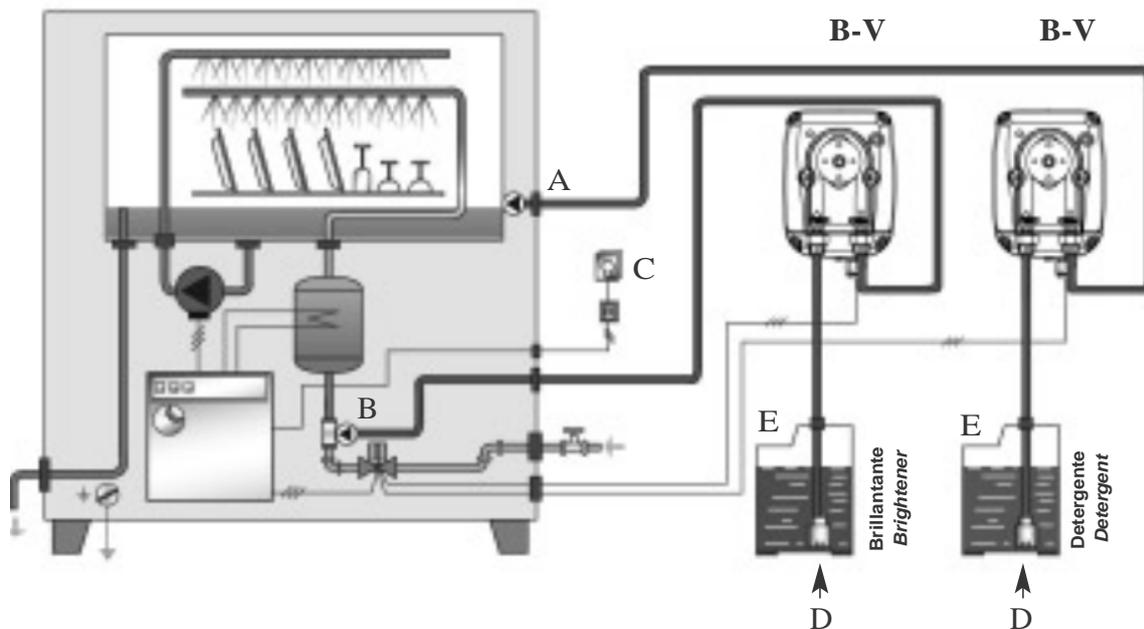

Fig. 8
f. - Aplicar un empalme de acero de 3/8" rosca tipo gas, hembra en el conducto de la instalación que se debe tratar, en el punto más adecuado para efectuar la inyección del producto que se va a dosificar. Dicho empalme no está incluido en el suministro. Atornillar la válvula de inyección en el empalme, utilizando teflón como guarnición (Fig. 8), conectar el tubo al empalme cónico de la válvula de inyección, y fijarlo con la virola G. La válvula de inyección es a su vez, válvula de retención.
3.1 - ESQUEMA DE INSTALACIÓN TÍPICO B-V Fig. 8